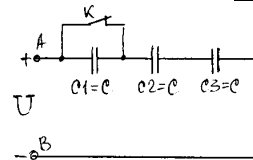

рис.6
8. При замкненому ключі К батарея повітряних конденсаторів підмикається до акумулятора, напруга U між затискачами якого дорівнює 100 В (рис.6), після цього ключ К розмикається. Визначити напругу на кожному з конденсаторів після розмикання ключа.